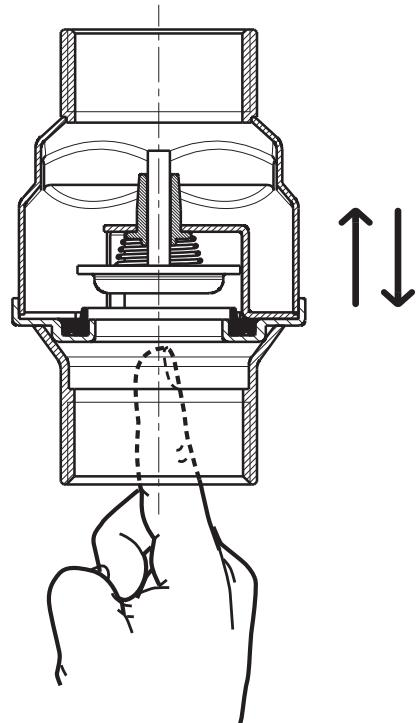

Fig. 1
- Vérifier le bon fonctionnement du clapet en poussant l'obturateur du côté aspiration dans le sens indiqué par la flèche estampée sur le corps du clapet (Fig. 1).